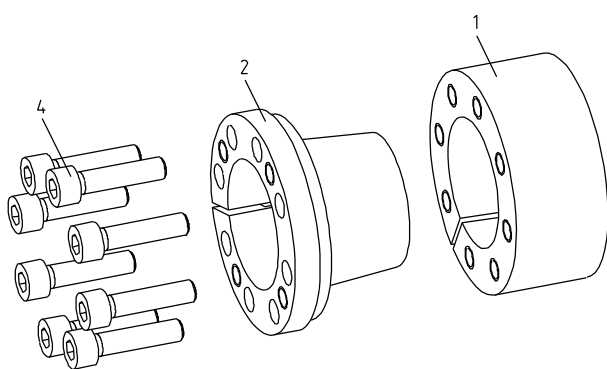
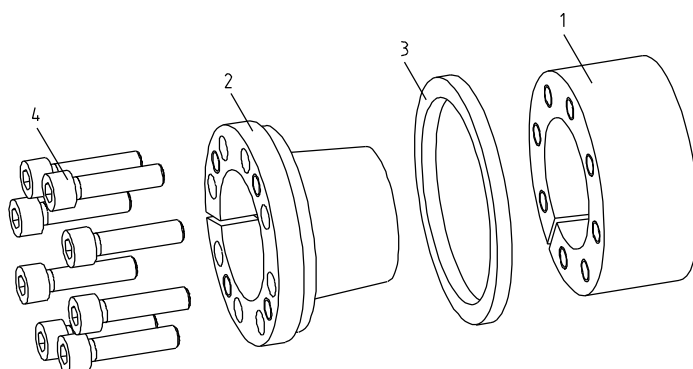

Bild 1: KTR 200
Bild 2: KTR 201
**Montage des Spannsatzes erfolgt nach Bild 1 und Bild 2.**